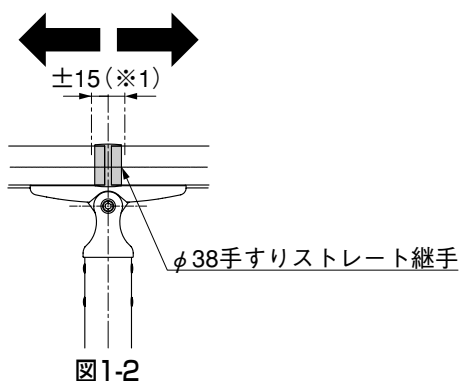

図1-2
- ストレート継手の移動範囲は±15mm(※1)の範囲内で調整してください。(図1-2参照)